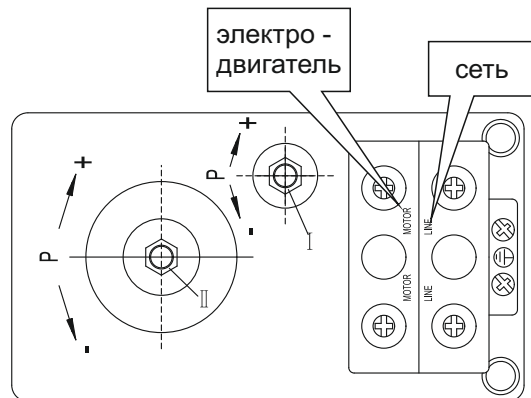

Рисунок 2
4. На крышке реле давления открутите крепежный пластмассовый винт с «—»-пазом (с прямым шлицем) и снимите крышку. Под крышкой расположены регулировочные гайки, указанные на рисунке 2 поз. (I), поз. (II).
5. Отрегулируйте предварительное давление в воздушной камере гидроаккумулятора насосной станции (резервуаре-накопителе), которое должно быть равно 1,5 бар. Со стороны воздушной камеры на корпусе гидроаккумулятора (с противоположной стороны от резьбового штуцера для подсоединения к системе водоснабжения) расположена декоративная крышка, под которой находится пневмоклапан (штуцер с золотником). Для создания необходимого давления можно использовать, например, автомобильный насос с манометром, подсоединив его к пневмоклапану. Добейтесь чтобы давление в воздушной камере гидроаккумулятора было равно 1,5 бар (атм.). Если есть необходимость произвести регулировку реле, следуйте приведенной ниже инструкции (рис. 2):
- проверните гайку (II) по часовой стрелке - так достигается установка более высокого предела отключения электронасоса по требуемой величине давления в системе водоснабжения;
- проверните гайку (I) против часовой стрелки - таким образом повышается разница между режимом включения и отключения реле давления электронасоса.